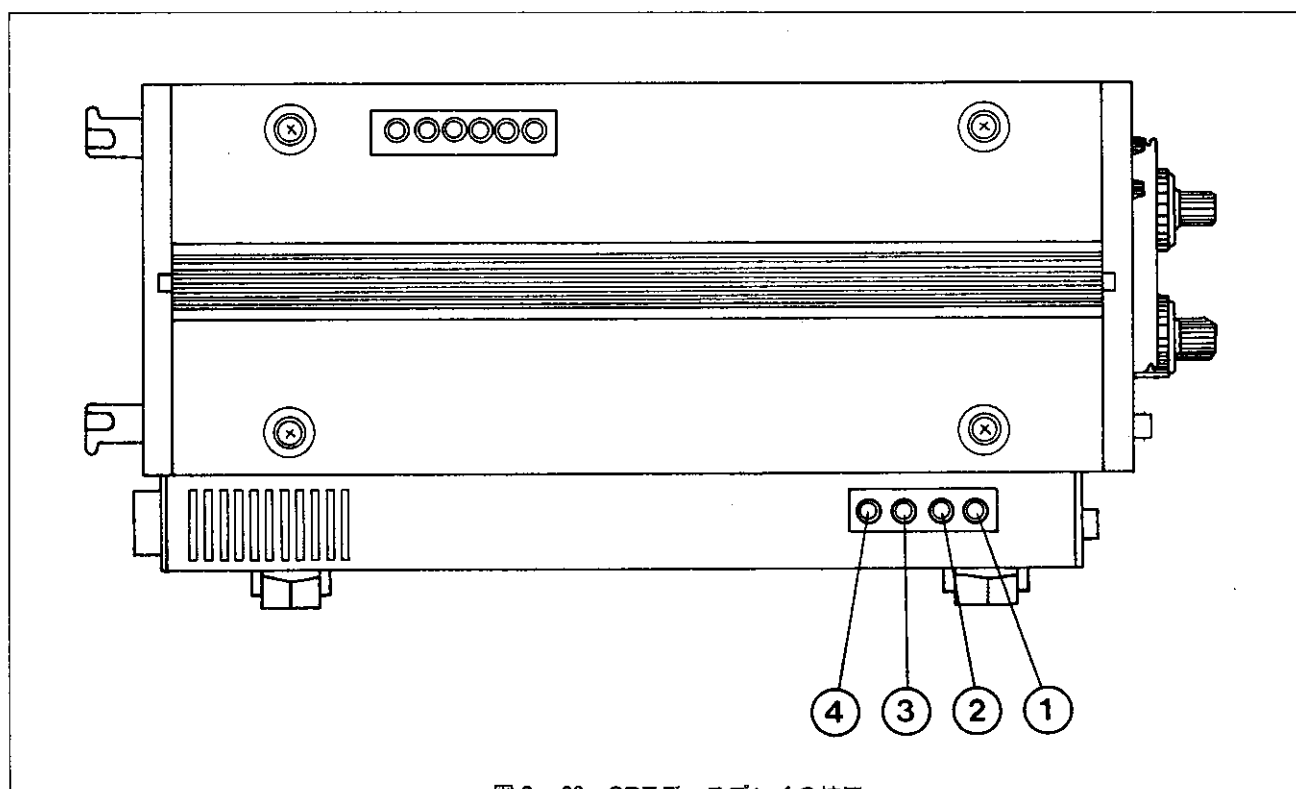

図 2-28 **CRT** ディスプレイの校正
(1) 縦軸目盛の校正
TR4132/4132N の **RF ATT.**, **IF GAIN** あるいは入力信号を **10dB** 変化させても、**CRT** ディスプレイ上の信号波形が正常な間隔で変化しない場合は、〔図 2-28〕に示しますボリューム② (**Y GAIN**) で校正します。
(2) ベースラインの校正
TR4132/4132N の **IF GAIN** を **0 dB** に設定して、**10dB/DIV.**, **5dB/DIV.**, **LINEAR** 縦軸切換えスイッチを **10dB/DIV.** に設定します。基線がベースラインよりずれている場合は、〔図 2-28〕に示しますボリューム① (**Y POSI.**) で校正します。
MEMORY ON に切換えてもCRTディスプレイ上の信号波形が移動しないように、〔図2-28〕に示しますボリューム③ (**X POSI.**) で校正します。
CRTディスプレイ上の横軸目盛が、**DISPERSION/DIV.** を100MHz/DIV.に設定した場合、1目盛が100MHzになるように、〔図2-28〕に示しますボリューム④ (**X GAIN**) で校正します。